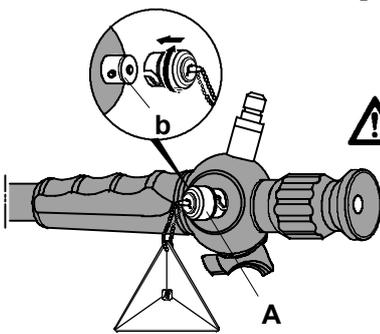

Рис. 46
*Используйте клапан Gassteri (A) только во время стерилизации газом.*
*После извлечения стерилизационной упаковки снова откройте клапан Gassteri (A) (рис. 46).*